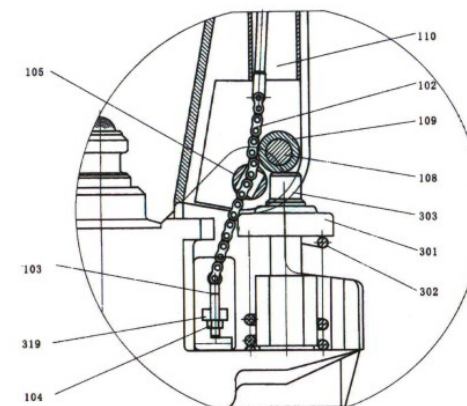

Рисунок 3
2.2. Оставьте ручку управления (117) в положении «**LOWER**» («ОПУСКАНИЕ»), затем вручную пропустите сборку из установочной гайки (104), регулировочного болта (103) и цепи (102) через отверстие в оси (105) (см. рис. 3).
2.4. Оставьте ручку управления (117) в положении «**RAISE**» («ПОДЪЕМ»), затем поднимите пластину рычага (319) со штифтом (№ 2) и вставьте регулировочный болт (103) в передний паз пластины рычага (319). Обратите внимание на то, чтобы установочная гайка (104) была с нижней стороны пластины рычага (см. рис. 3).